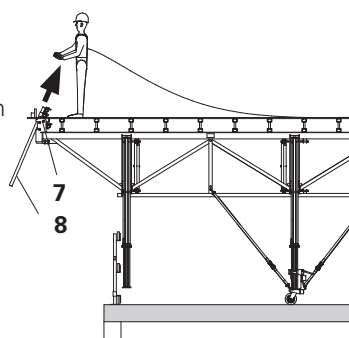

Fig. A6.20
3. À partir d'une position sécurisée, soulevez le garde-corps (8) et abaissez-le dans l'adaptateur pour oeillet de grue STA (7). (Fig. A6.20)